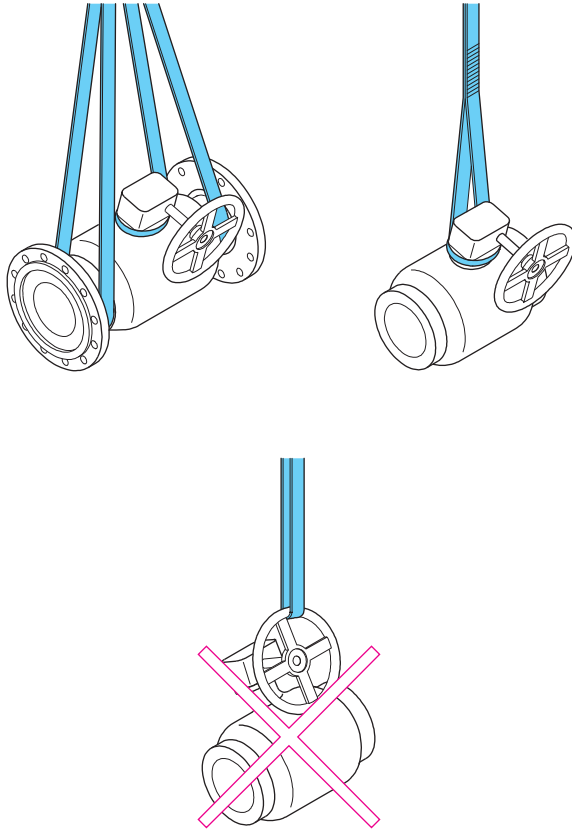

Bild 2. Lyft av ventilen.
Använd lyftlinor vid lyft av stora ventiler. Ventilen får inte lyftas från ställdonet eller spindeln (se bild 2).
- Använd någon av de tillåtna lyftmetoderna som visas på bild 2.